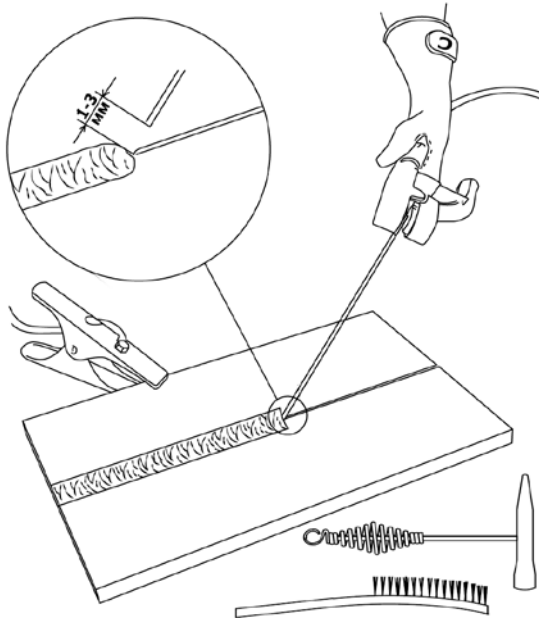

Рис. 10.2. Перед началом работы.
5. Начинайте сварочный процесс (См. рис. 10.2).
Перед началом работы не забудьте проверить следующее (См. рис. 10.2):